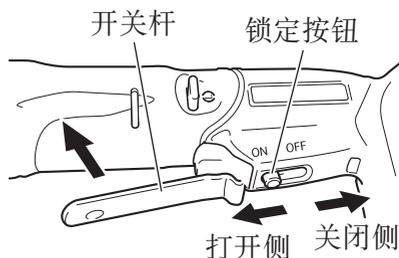

图 8
- (1) 将锁定按钮滑向打开位置后拉开关杆时，开关打开；放开关杆时开关关闭。(参照图 8)
- (2) 可通过改变扳机开关的扳动量来控制电钻的转速。
- (3) 使用后请务必将锁定按钮返回到关闭位置。(参照图 8)